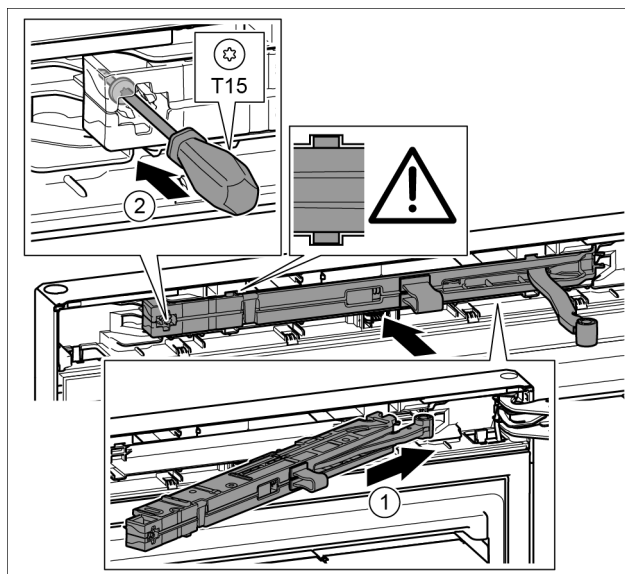

Fig. 41
- ▶ Schließdämpfereinheit auf der Lagerbockseite bis zum Anschlag schräg in die Aussparung einschieben. Fig. 41 (1)
- ▶ Schraube mit einem Schraubendreher T15 festschrauben. Fig. 41 (2)